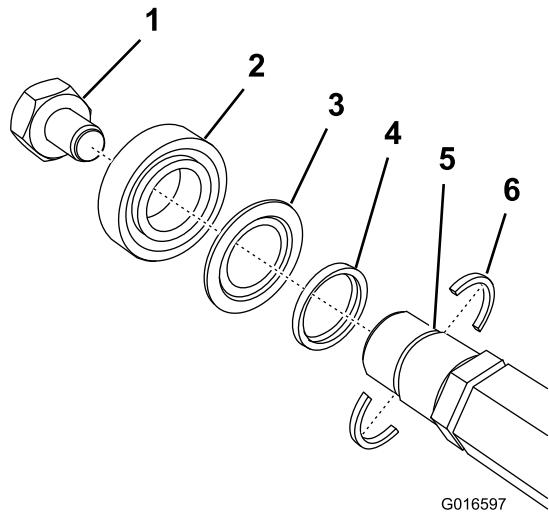

图10
**重要事项：**将轴承安装到滚刀上之前，应确保 2 个轴定位器和隔片放置到位（图10）。上紧嵌入螺母扭矩至 136Nm。